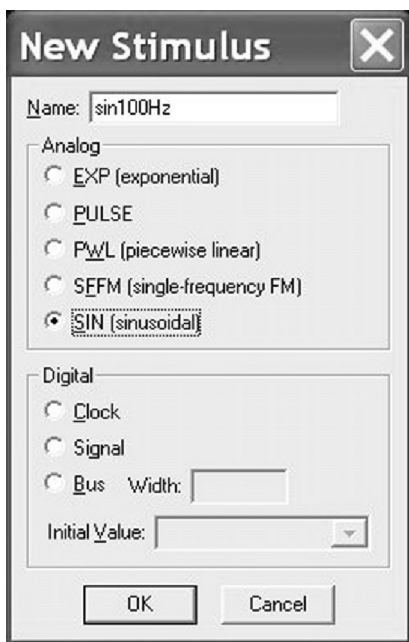

图 6.18 新建正弦波信号源
4. 鼠标左键选中 VSTIM 信号源，然后通过右键 **rmb > Edit PSpice Stimulus** 对信号源进行编辑。如图 6.18 所示，在 **New Stimulus** 新建激励源窗口中对信号源命名为 sin100Hz，选择 **SIN** 正弦波作为信号源类型。